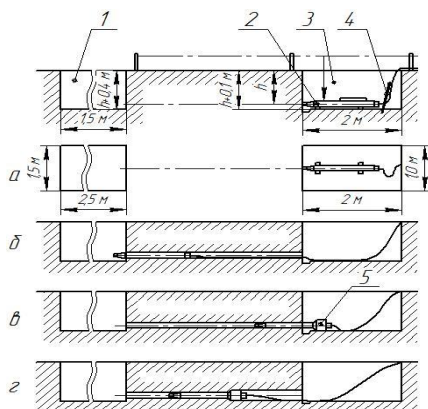

Рис. 6. Схема производства работ
1.3. В начале и конце перехода открыть рабочие приямки: входной 3 (рис. 6), из которого производится запуск и приемный 1 – для выхода из грунта. Дно входного приямка спланировать и утрамбовать, а забойную стенку зачистить.